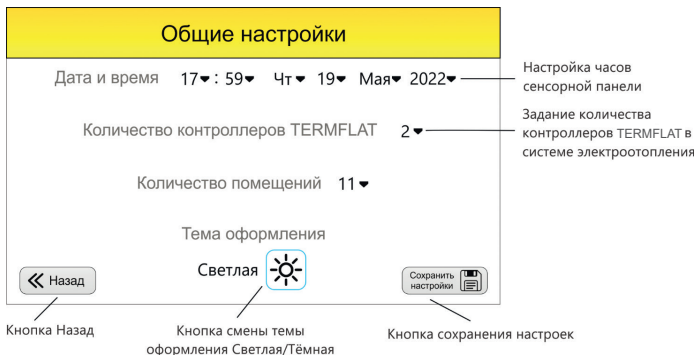

Рисунок 4. Окно общих настроек сенсорной панели **TOUCH 7**
3.) на сенсорной панели нажать на кнопку настроек (рис. 1) и в окне общих настроек (рис. 4) установить количество контроллеров TERMFLAT, равное 1, и нужное количество помещений. Если при этом по ошибке будет выбрано больше 8 помещений, то при нажатии кнопки «Сохранить» количество помещений будет установлено в количестве 8.